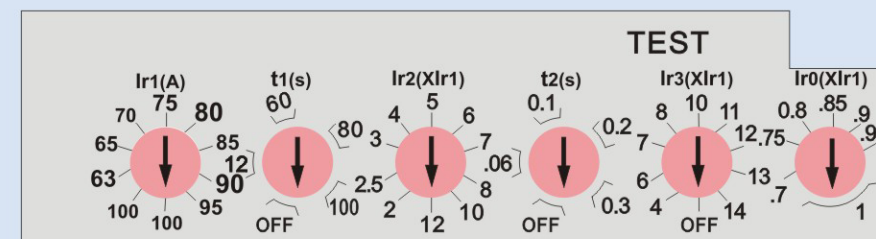
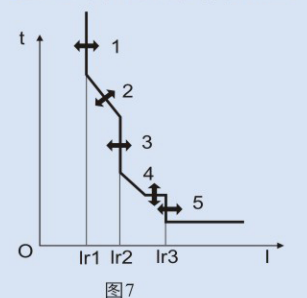

图6
图7
7.3、HSM2E-100, In=100A电子式脱扣器见图6、图7